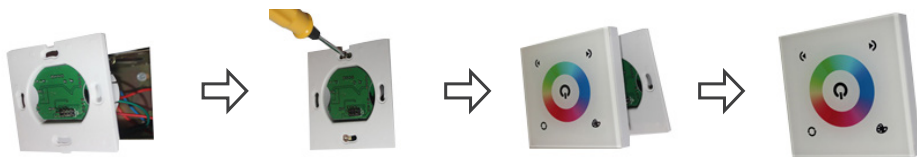

Рис. 4. Установка панели.
- 3.6. Установите корпус панели в монтажную коробку и закрепите её при помощи двух винтов. Аккуратно установите лицевую панель на место (Рис.4).